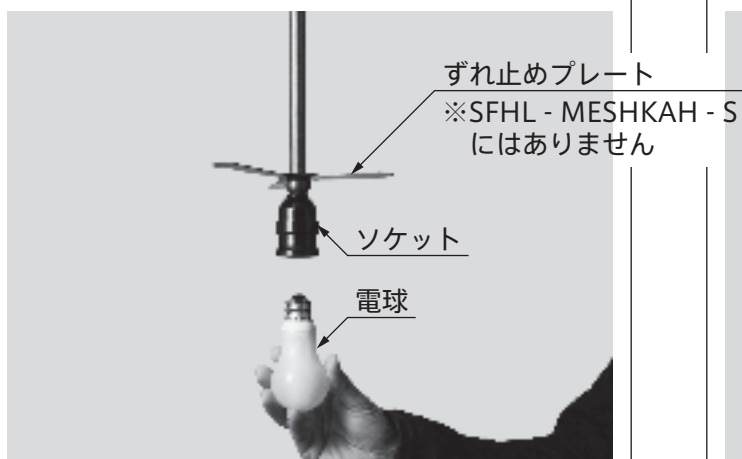

図 5
6. 取付チェーンの先を本体カバーキャップのフック（3ヶ所）に引っ掛けてシェードカバーを取付けます。（図 5）
5. 取付チェーンの先を本体カバーキャップのフック（3ヶ所）に引っ掛けてシェードカバーを取付けます。（図 5）